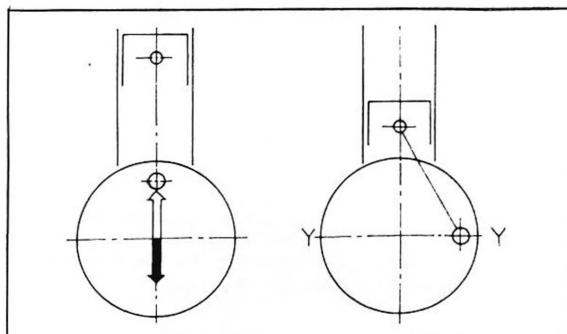

Figure 1-38 : équilibrage à 0%
L'équilibrage "A" (%) est calculé au moyen de l'équation suivante : $A = \frac{m}{M} \times 100$, dans laquelle m est la masse en rotation (sans équilibrage) et M la masse en mouvement alternatif. La masse en rotation (m) s'obtient en soustrayant la masse en rotation du maneton et de la bielle du poids total des contre-poids. La masse en mouvement alternatif (M) se compose de la masse du piston, de son axe et de la bielle. Elle détermine l'équilibrage dans les directions $X-X$ et $Y-Y$, comme le montre la figure 1-38.
Considérons d'abord le cas dans lequel la masse en rotation est parfaitement équilibrée ($m=0$). L'inertie produite dans la direction $X-X$ par le mouvement alternatif de M agit par intermittences et provoque des vibrations du moteur. On se trouve dans les conditions de l'"équilibrage à 0%" (figure 1-38).